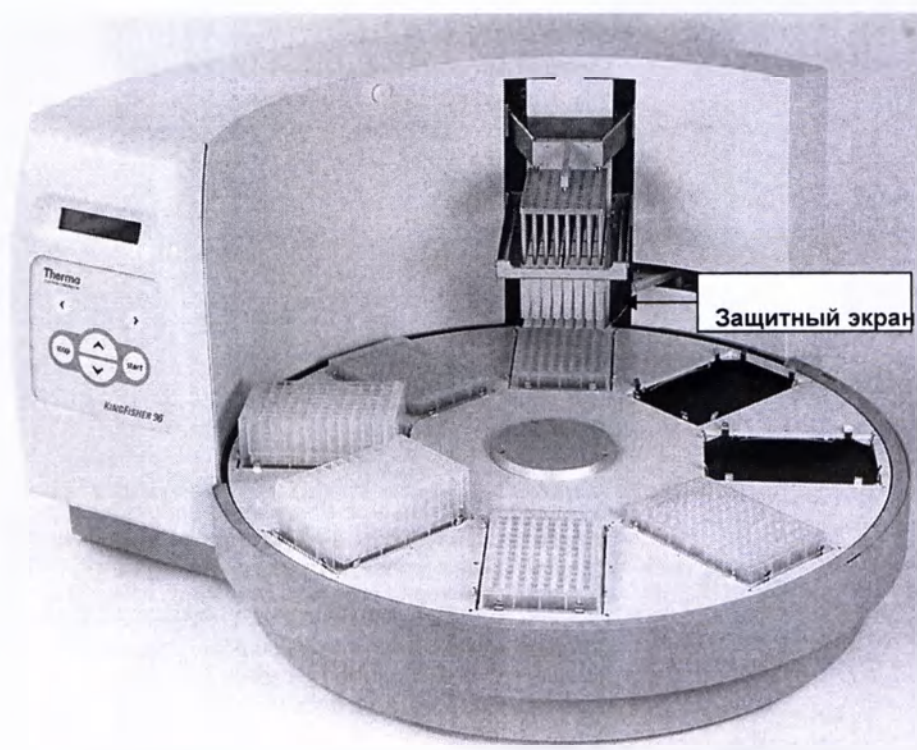

Рис. 6.11 Работа защитного экран
5. При повороте лотка защитный экран фиксируется над планшетом (Рис. 6.11)